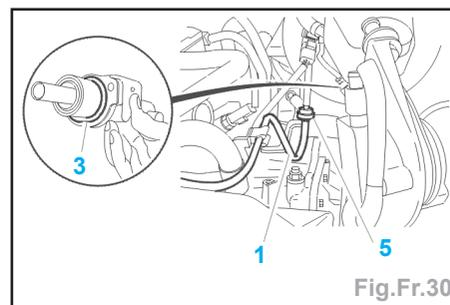

Fig.Fr.30
- Si la valeur est incorrecte (variation de pression supérieure à **0.03 bars en 15 secondes**) (Fig.Fr.30) :
- contrôler : la présence du joint d'étanchéité (3) sur le maître-cylindre,
- remplacer le clapet de dépression (5) et le tuyau (1).